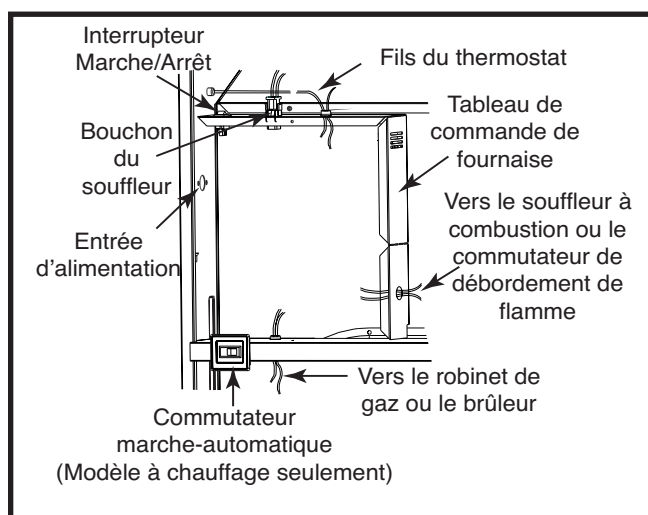

Figure 25. Panneau de commande (tous les modèles)
- Passez les fils (115 V c.a.) à travers le dispositif de traction sur le côté gauche de la boîte de commande de la fournaise. Voyez la Figure 25.